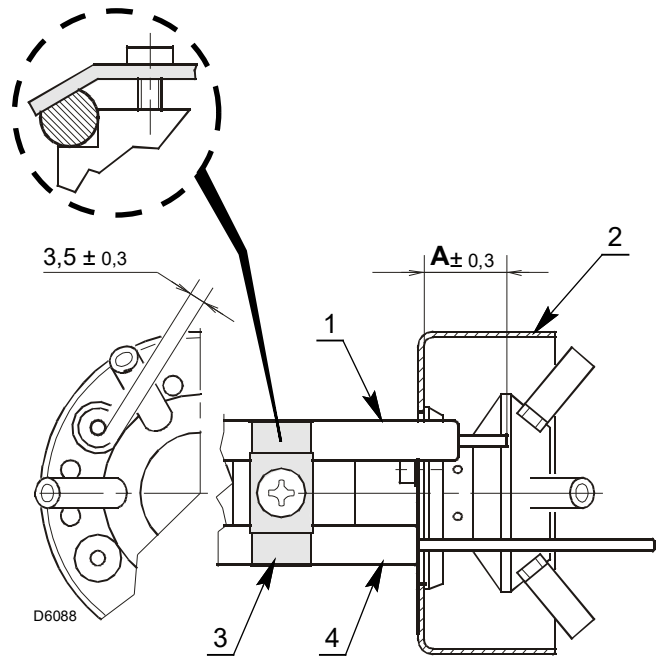

Fig. 15
- Asegurarse de que la plaquita 3)(Fig. 15) quede siempre colocada en la parte plana del electrodo 1)(Fig. 15).
- Apoyar el aislador de la sonda 4) en el difusor de aire 2)(Fig. 15).